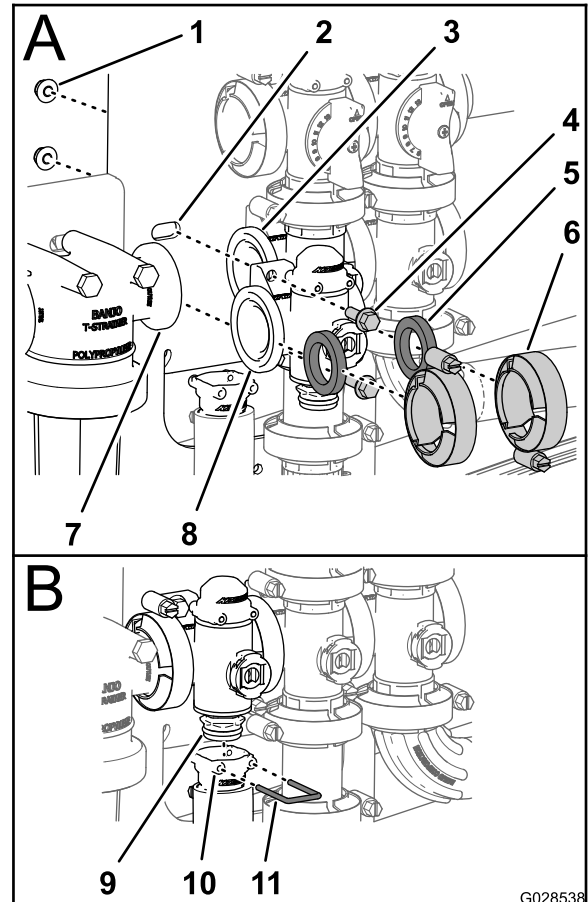

Figura 101
1. Alinee una junta entre las bridas del distribuidor de la válvula de control de caudal y la cabeza del filtro de presión (Figura 101, A).
2. Monte el distribuidor de la válvula de control de caudal, la junta y la cabeza del filtro de presión con una abrazadera y apriete a mano (Figura 101, A).
3. Alinee una junta entre las bridas del distribuidor de la válvula de control de caudal y el distribuidor de la válvula de agitación (Figura 101, A).
4. Monte el distribuidor de la válvula de control de caudal, la junta y el distribuidor de la válvula de agitación con una abrazadera y apriete a mano (Figura 101, A).
5. Monte la válvula de control de caudal en el soporte de la válvula con los 2 pernos con arandela prensada y 2 contratueras con arandela prensada (Figura 101, A) que retiró en el paso 3 de Retirada del distribuidor de control de caudal (página 72), y apriete el perno y la tuerca a 10,2–12,4 N·m.
6. Monte el conector de salida en el conector de extremo inferior del distribuidor (Figura 101, B).
7. Sujete el conector de extremo al conector de salida insertando una horquilla de retención en el alojamiento del conector de salida (Figura 101, B).